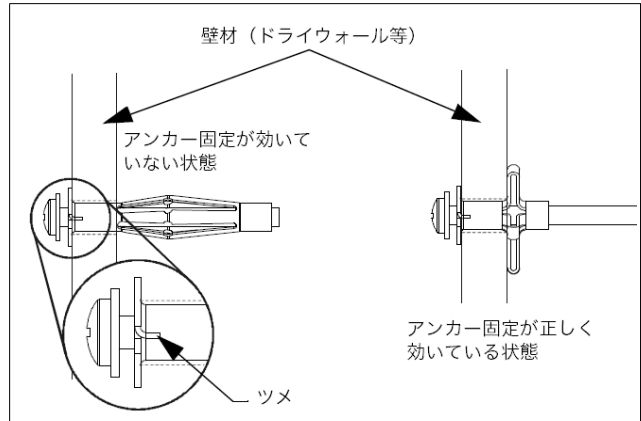

図3
3.ボードアンカーは図3のようにツメが壁に食い込むように、かつ、壁裏で傘がひらいてしっかりと固定されているようにしてください。
3.図のように、補強さん部分の固定には木ネジを、ボードアンカーをセットした部分にはボードアンカーにとりつけてあったネジで取り付けてください。(図3を参照してください)